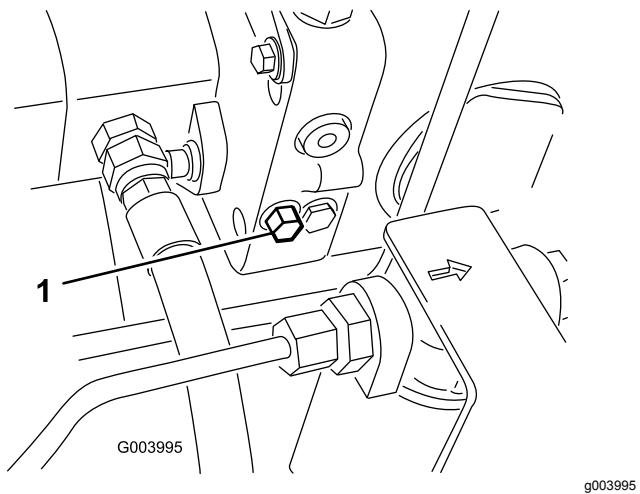

Figura 27
1. Individuate la valvola di bypass sul lato sinistro dell'idrostat (Figura 27).